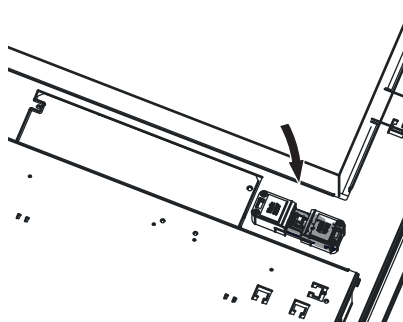

Fig. 61 Geräte-Netzstecker abziehen
- ▶ Bei Reinigungs- oder Reparaturarbeiten Kessel unbedingt spannungslos schalten (z.B. durch Trennen des Netzsteckers) – Fig. 61.
- ▶ Geräte-Netzstecker abstecken – Fig. 61.